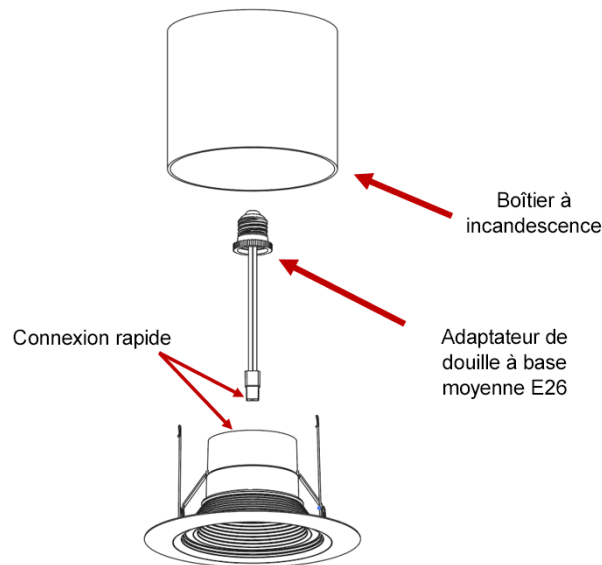

Figure 2
- I. **Installation dans des boîtiers existants avec des douilles à base moyenne :** Visser l'adaptateur de douille à base moyenne dans la douille du boîtier encastré. Brancher le connecteur de l'adaptateur dans le connecteur orange correspondant situé en haut de la garniture du module. Pousser fermement pour vérifier que les connecteurs sont bien fixés (voir figure 2). **NE PAS LAISSER LE MODULE PENDRE SANS SUPPORT PAR LE CONNECTEUR RAPIDE ORANGE!**